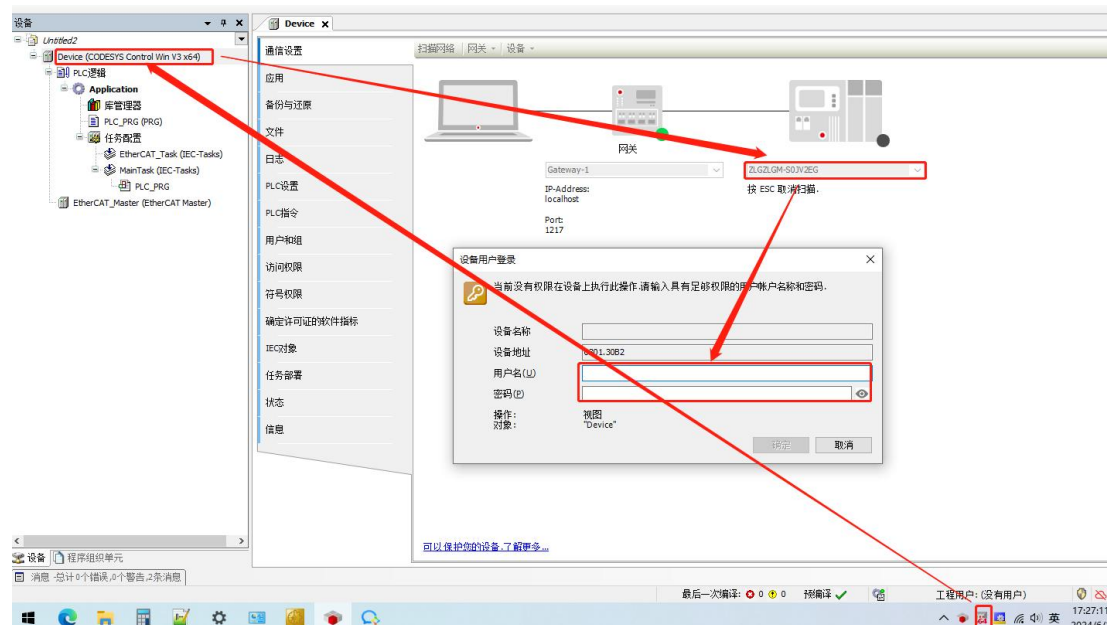
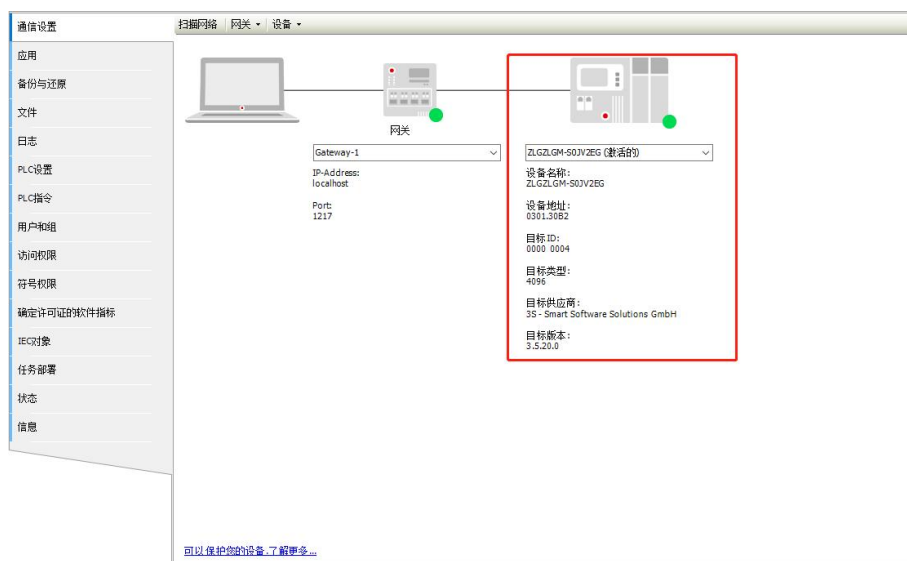

图 4.6 通讯设置
图 4.7 激活的网关
(6) 右击任务栏“CODESYS Control Win Systray”图标，点击“Start PLC”启动软 PLC。然后设备栏双击“Device(CODESYS Control Win V3 x64)”，在“通信设置”选项选择设备，随后弹出“设备用户登录”界面，如图 4.6 所示。设置好用户名和密码完成网关设备激活，如下图 4.7 所示。